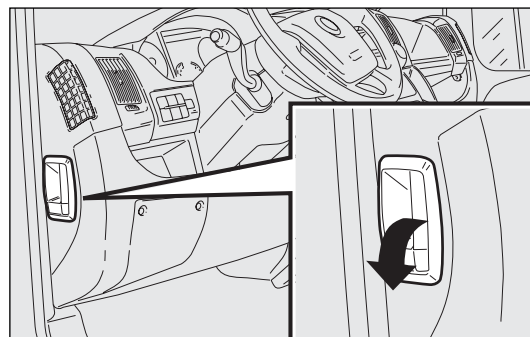

fig. 129
- trek de hendel fig. 129 in de richting van de pijl;